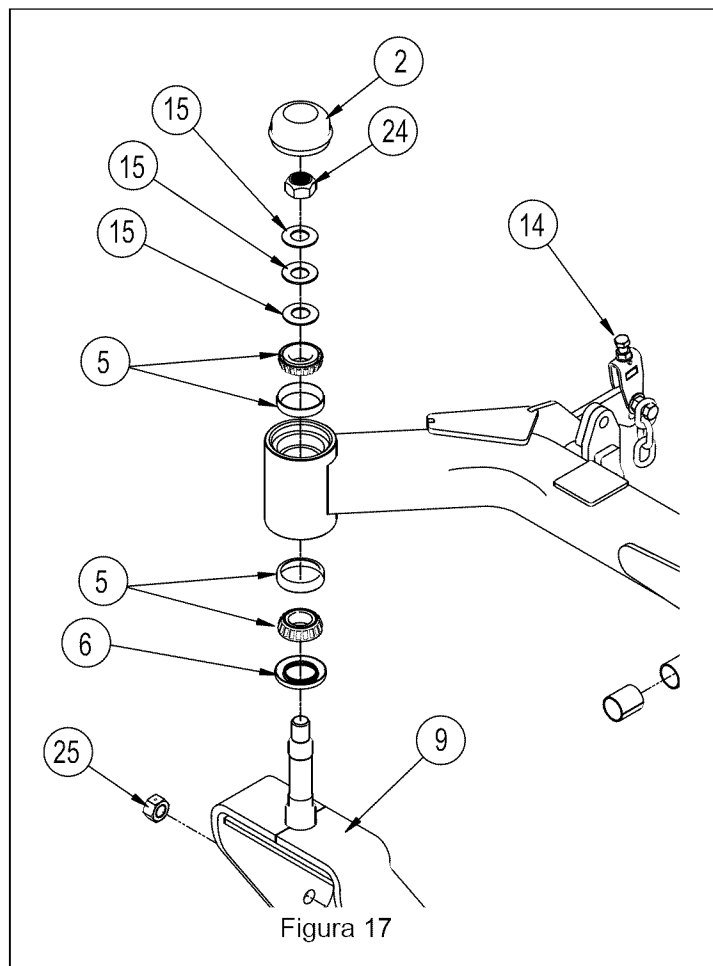

Figura 17
3. Quite la tapa (2), la contratuerca de 3/4" (24), las tres arandelas Belleville de 3/4" (15), y la estructura soldada frontal de la rueda (9), consulte figura 17.
4. Quite la junta hermética inferior (6) y el cojinete inferior (5).
5. Desmonte el cojinete superior (5).
- Mida la altura de las puntas de las cuchillas en 1 y 2 y ajuste los pernos de ajuste frontales (consulte figura 17, ítem 14) y los pernos en U traseros para garantizar que la plataforma esté nivelada de izquierda a derecha.